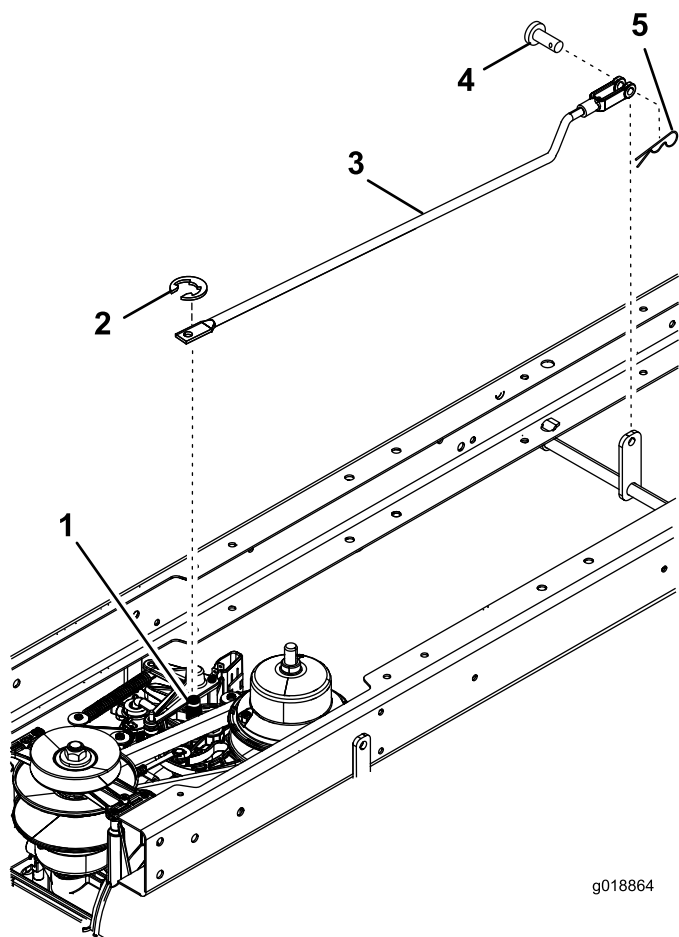

Figura 1
2. Retire el brazo de acoplamiento existente del control de movimiento (Figura 1). Guarde el pasador de horquilla, la chaveta y la arandela de retención existentes.